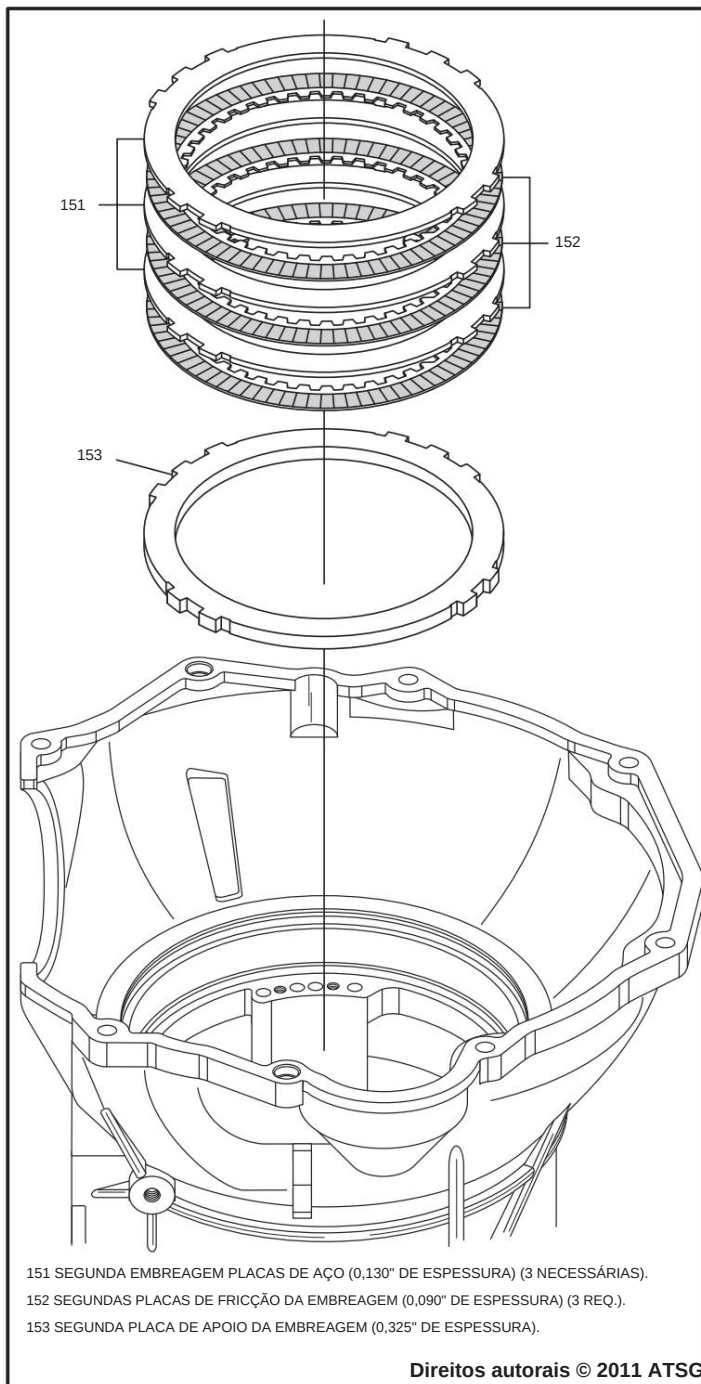

Figura 137
1. Instale a 2ª placa de apoio da embreagem na caixa, conforme mostrado na Figura 137.
2. Instale o segundo pacote de embreagem começando com uma placa de fricção e alternando com uma placa de aço até ter 3 de cada instaladas, conforme mostrado na Figura 137.